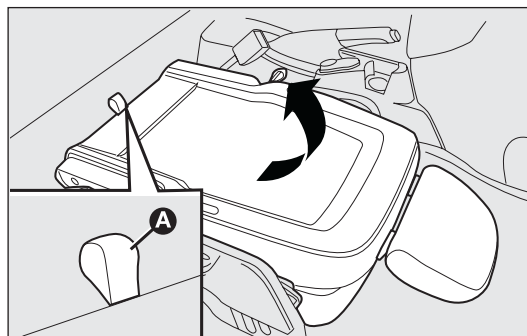

fig. 25
- ❑ saisir la languette A-fig. 25 et lever le dossier vers le haut ;